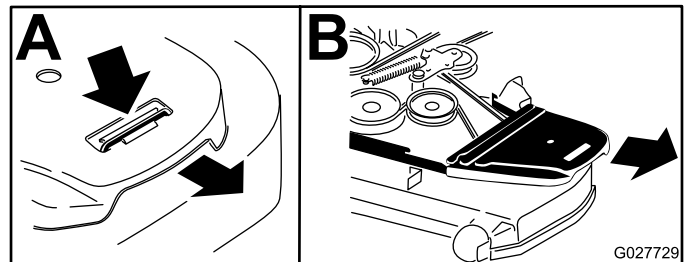

Figura 77
- Retire las cubiertas de la correa (Figura 77).